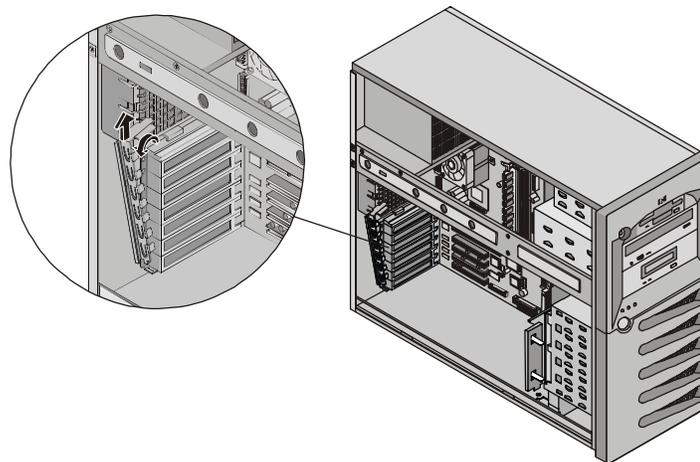

Figure 3-8. Extraction de la languette de verrouillage d'E-S
1. Retirez la languette de verrouillage d'E-S. Voir Figure 3-8.